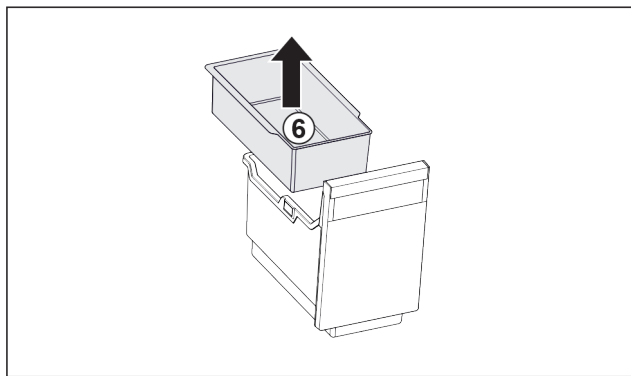

Fig. 140
- ▶ Извлеките Fig. 140 (6) подвесной лоток.